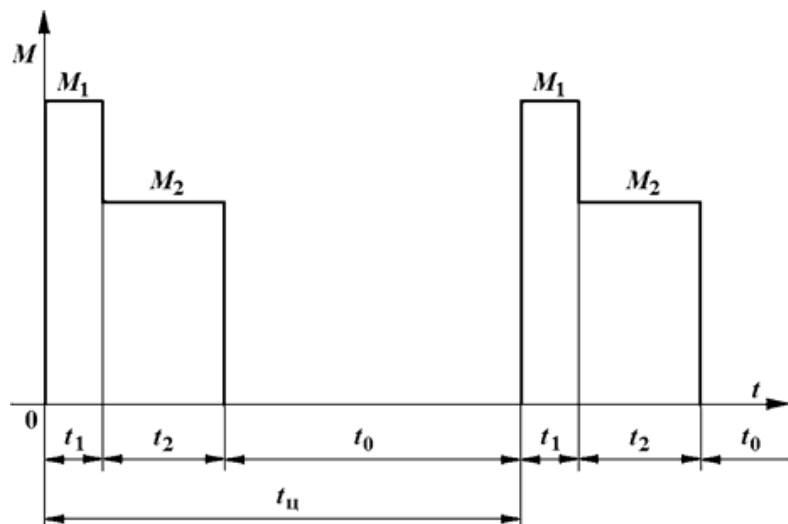

Рис.4. Диаграмма повторно-кратковременного режима
**Задача 12.** Проверить по методу эквивалентного момента двигатель привода повторно-кратковременного режима работы по нагрузочной диаграмме, приведенной на рис.4. Данные привода:  $PV_{ст} = 25$  %;  $P_H = 2$  кВт,  $\omega_H = 100$  рад/с,  $M_H = 20$  Нм;  $t_1 = 5$  с;  $M_1 = 25$  Нм;  $t_2 = 10$  с;  $M_2 = 17$  Нм;  $t_0 = 35$  с;  $t_{ц} = 50$ с.